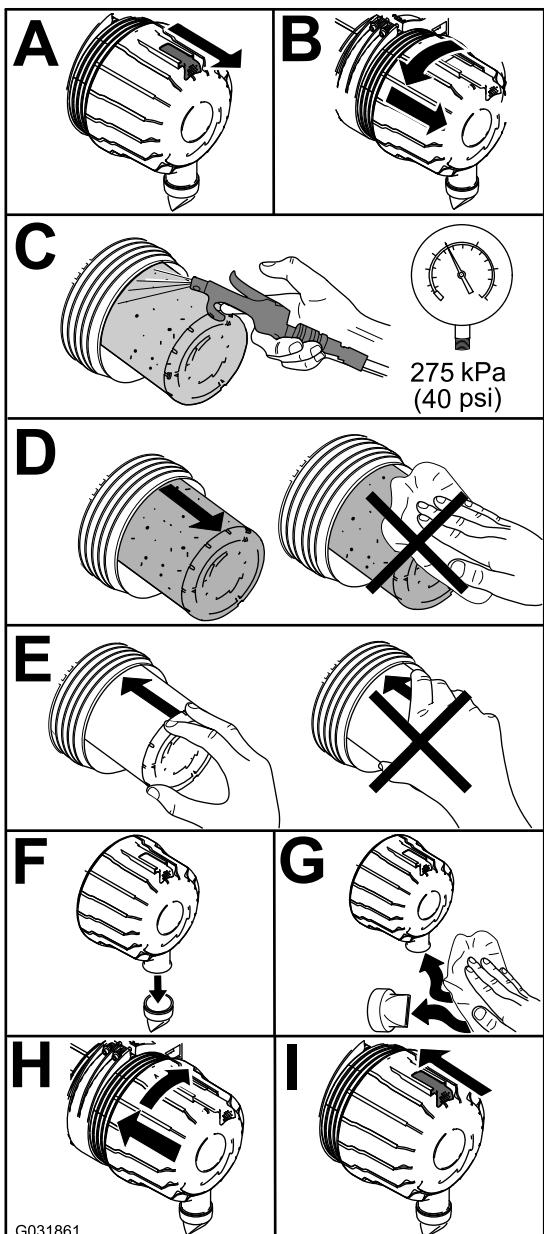

Рисунок 47
- Замените воздухоочиститель (Рисунок 47).